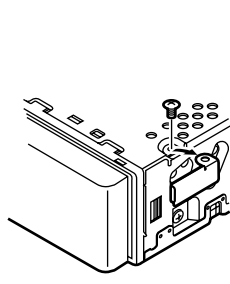

Figure 7 / 图 7 / 그림 7
- Remove the stopper from the source unit (Figure 7).
- 从主机上卸下制动器(图7)。